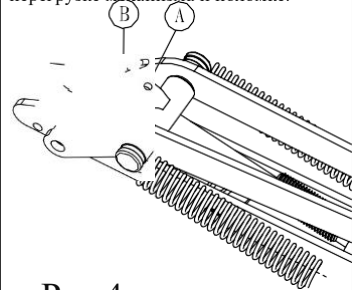

Рис.4
Вставьте шток поршня (3) через корпус цилиндра (2) в Т-сцепление (4). Отверстие в поршневом штоке должно располагаться на одной линии с отверстием >>a<< в Т-сцеплении. Затем установите шпильку (5) через отверстия, см. рис. 4.